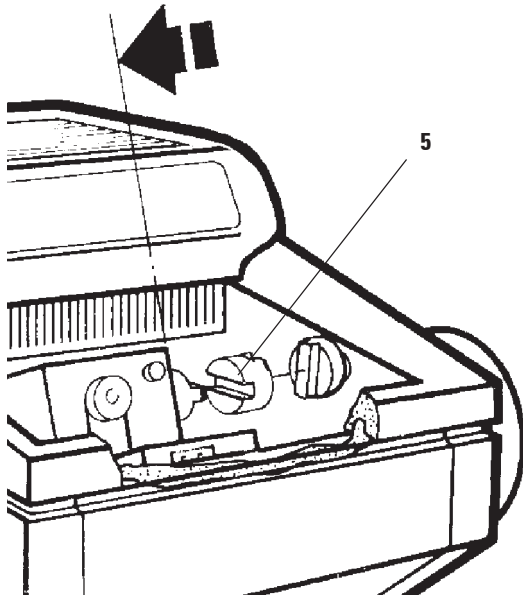

Ilustración 26
- Engrasar el acoplamiento de plástico (5, Ilustración 26) con una gota de aceite frigorífico.
- Engrasar el brazo porta-muestras (1): Hacer avanzar el brazo porta-muestras hasta el tope delantero, pulsando la tecla de avance macro correspondiente, aplicar una gota de aceite frigorífico y después retroceder el brazo hasta el tope posterior, también a través del avance macro.